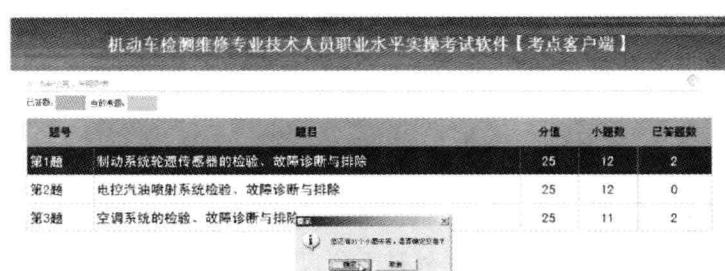

图1-10 交卷提示对话框
(7) 交卷。考生答题完毕后，点击“返回”按钮，会弹出交卷提示对话框，如图1-10所示。